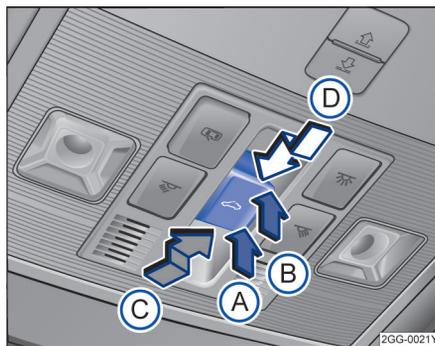

图 61 顶篷上的天窗控制按钮
按钮→图 61 设有 2 档位置。1 档位置：可完全打开天窗，或部分翻开天窗，打开或关闭天窗。
功能	操作方法→图 61
- 触发防夹功能后 5 秒钟内按压  按钮 → 图 61，沿箭头①方向将按钮保持在 2 挡位置，直至天窗完全关闭。